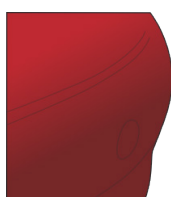

Abbildung 17
- › Die Verklebung ist beendet. (Abb. 17)